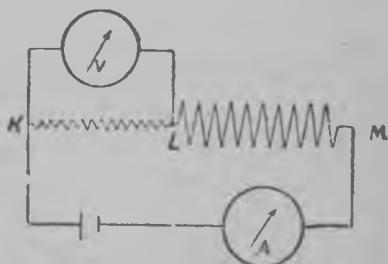

Рис. 57. Амперметран и вольтметран включчимине цеппих.
1. Ухтуттәхүб последовательно (рис. 57) токан источниккан, молеммат испытывайдават сопротивленият *КБ* и *ЛМ* и амперетран, ухтуттәккай параллельно вольтметра ўхтен сопротивлениян клемман ке *КБ*. Токан замыкайччехуо определиккуа токан сила цепис *J*. Напряжения *V* сопротивлениян *KL*. Ниалойис. Судулойн тиэдөлөн мугах определиккуа эчиттәвә сопротивления.